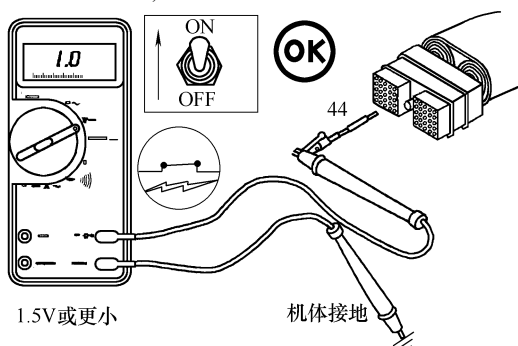

图 5-160 测量触针 44 与接地间的电压
(4) 检查外部电源是否短路 打开钥匙开关, 接通诊断开关, 测量 ECM 插头触针 44 与机体间的电压(图 5-160), 应小于 1.5V 。如果电压不正确, 说明存在电路连接的外部电源, 应清除外部电源。